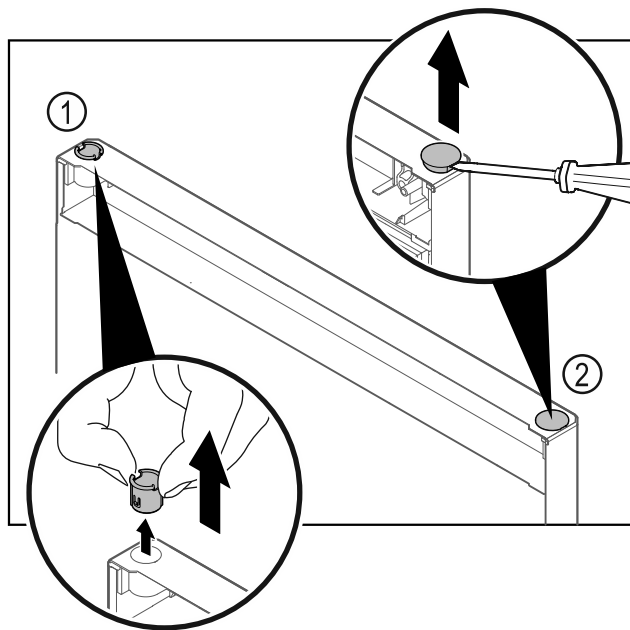

Fig. 40 Врата на фризерната част
- Изтеглете с пръсти втулката на пантата Fig. 40 (1).
- С плоска отвертка внимателно повдигнете покриващата тапа Fig. 40 (2) и я извадете.